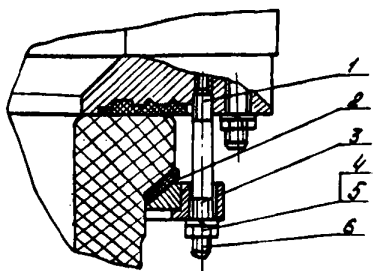

Рис.31. Узел присоединения опорных изоляторов к камере (см.рис.3, узел Ш):
30.3. Установить нижний фланец камеры на опорный изолятор, навинтить гайки 4 (рис. 31).